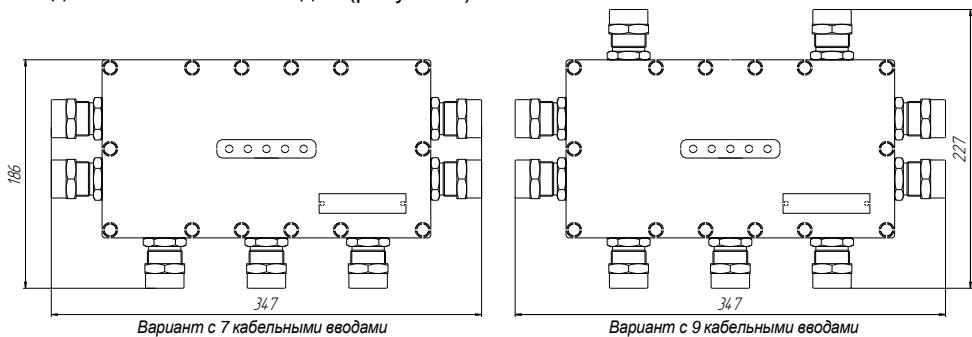

Рисунок 3
2.2.8 Корпус изготавливается с кабельными вводами D12. Корпус имеет семь или девять кабельных вводов (рисунок 3).